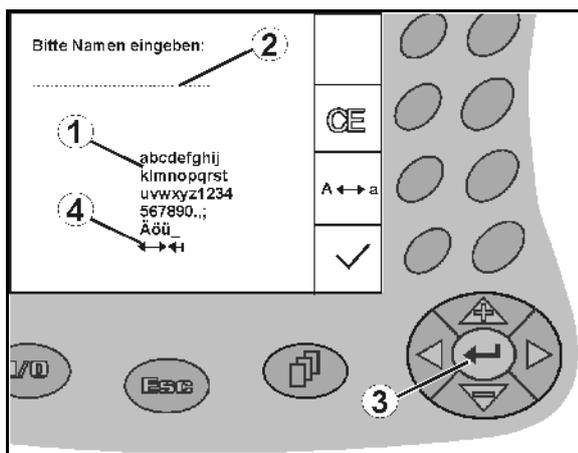

Fig. 13
Si la entrada de texto o cifras en el AMATRON+ es necesaria, aparece el menú de introducción (Fig. 13).
En la parte inferior de la pantalla aparece un campo de selección (Fig. 13/1) con letras, cifras y flechas, con el que se forma la línea de introducción (Fig. 13/2) (texto o cifras).
Selección de letras o cifras en el campo de selección (Fig. 13/3).
-  Aceptar la selección (Fig. 13/3).
Las flechas  en el campo de selección (Fig. 13/4) permite un movimiento en la línea del texto.
La flecha  en el campo de selección (Fig. 13/4) elimina la última entrada.